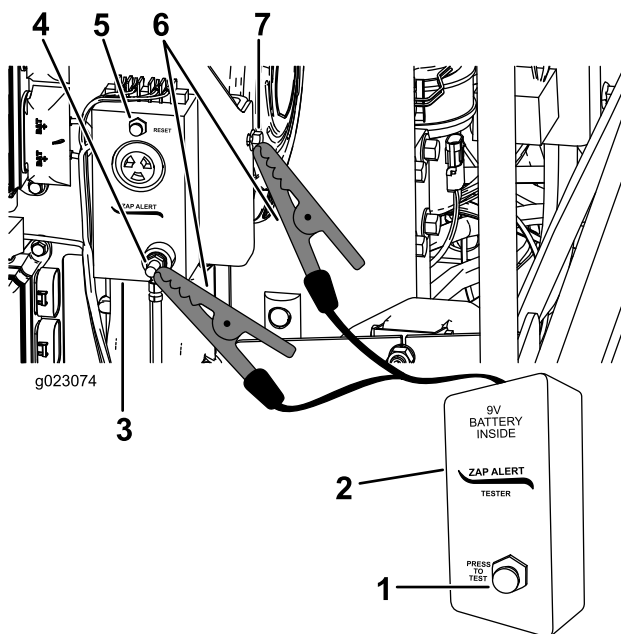

Рисунок 62
3. Подсоедините зажим типа «крокодил» с тестера Zap-Alert к шпильке заземления на системе Zap-Alert (Рисунок 62).
5. Нажмите кнопку проверки на тестере системы Zap-alert (Рисунок 62).
6. Нажмите кнопку сброса системы Zap-alert, чтобы остановить предупреждающие сигналы (Рисунок 62).